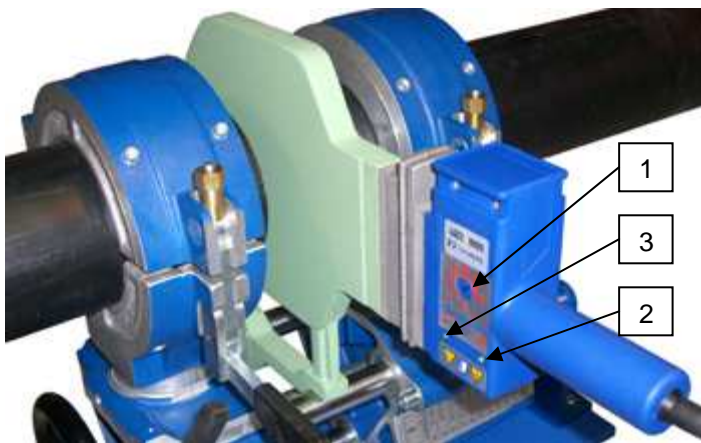

Рис. 8 Установка сварочного зеркала
На пульте управления зеркала (п.4.5, рис.8) расположены поворотная кнопка настройки температуры и два светодиода – желтый и зеленый. Зеленый светодиод индицирует сеть питания. Желтый светодиод индицирует процесс нагрева сварочного зеркала.
На панели управления сварочного зеркала (Рис.8) расположена поворотная кнопка настройки температуры (1) и два светодиода – желтый (2) и зеленый (3). Зеленый светодиод индицирует сеть питания. Желтый светодиод индицирует процесс нагрева сварочного зеркала.